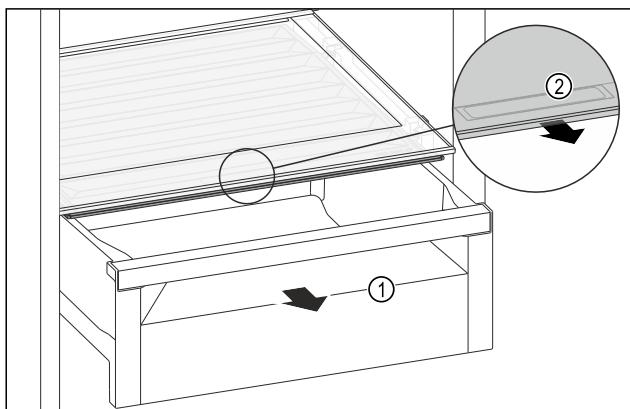

Fig. 110
- Retirer le tiroir Fig. 110 (1).
- Saisir la poignée encastrée Fig. 110 (2) du couvercle du compartiment et tirer le couvercle du compartiment par l'avant.